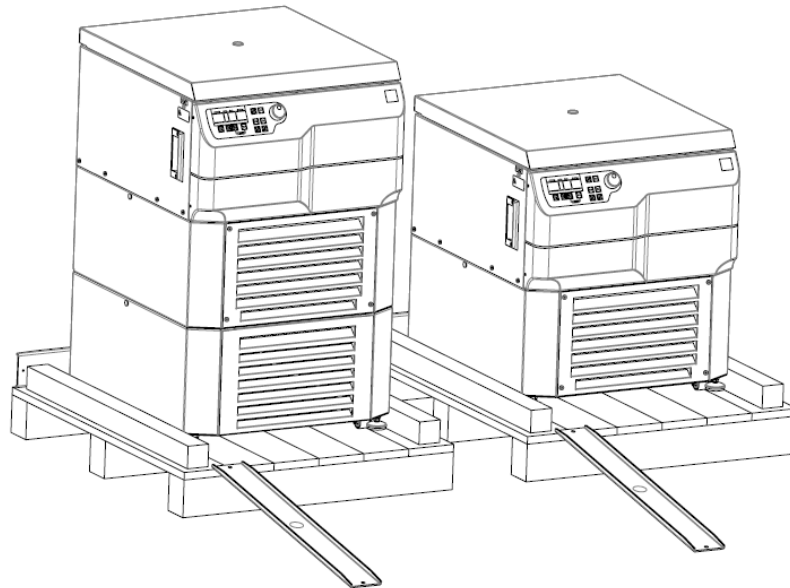

Figura 2
- Retire las barras metálicas fijadas al palet y fijelas al borde delantero del palet para que puedan utilizarse como rampa (véase la figura 2). Utilice los mismos tornillos y preste atención a que la unión atornillada sea segura.
- Desplace las patas de la centrifuga hacia arriba con la llave de boca suministrada hasta que se encuentre sobre sus rodillos (véase también Figura 2).